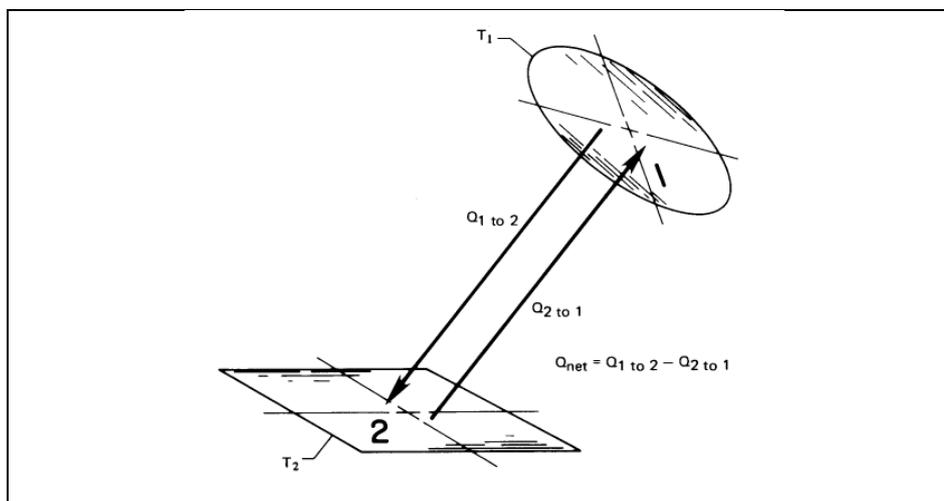

Fig.3.2 Rayonnement entre deux surfaces.
Le transfert de chaleur par rayonnement d'une surface (1) à une autre surface plus froide (2) comme le montre la **figure 3.2** dépend :